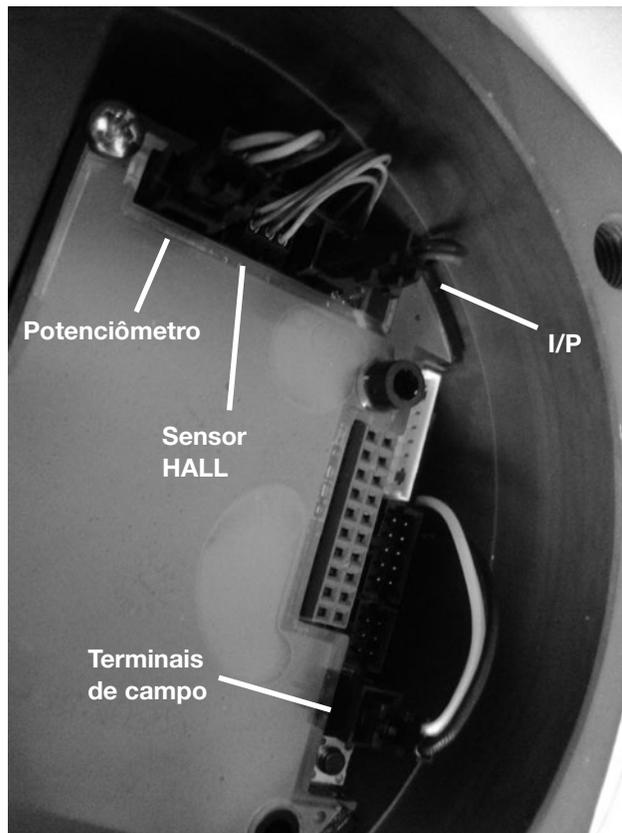

Figura 28 – Ligação dos fios/conectores à placa principal
- Remova a tampa frontal e a tampa plástica de proteção conforme indicado no item 9.3.1.
- Neste ponto, a placa da interface com o usuário pode ser removida conforme indicado no item 9.3.2.
- Certifique-se de que os terminais (com os respectivos fios) do potenciômetro, do módulo I/P, do sensor de efeito Hall e dos terminais de campo (vide Figura 28) tenham sido desconectados da placa principal.
- ➔ Remova a tampa frontal e a tampa plástica de proteção conforme indicado no item 9.3.1.
- ➔ Desconecte o módulo I/P da placa principal, puxando o conector que contém os fios preto e vermelho (vide Figura 28). Empurre o terminal desconectado, com os fios preto e vermelho, para baixo da placa principal.
- ➔ Retire a tampa pneumática conforme indicado no item 9.3.5.
- ➔ Remova o conjunto do relé-piloto conforme indicado no item 9.3.6.